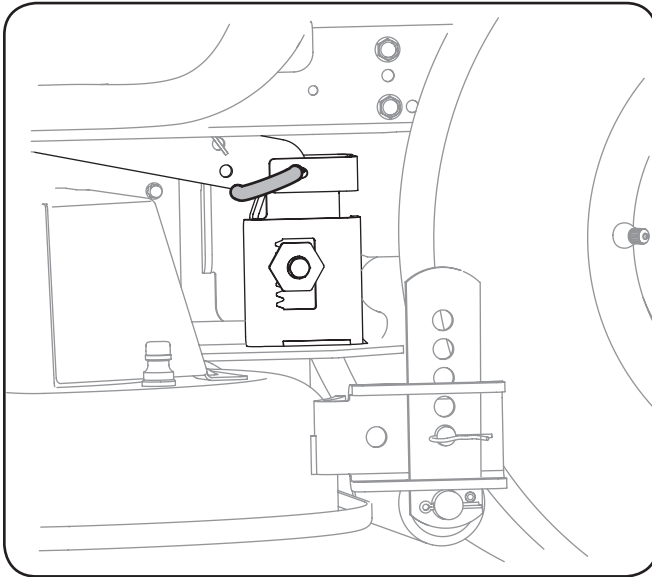

Figure 7-3
6. Tirez le crochet de support du plateau vers l'extérieur afin de libérer le plateau de coupe du bras de relevage. Voir Figure 7-3.